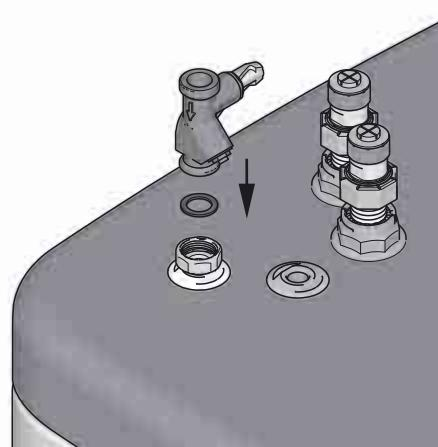

Bild 4-18 Arbeitsschritt 1+2
1. Dichtung in den Vorlaufanschluss einlegen (siehe Bild 4-18).